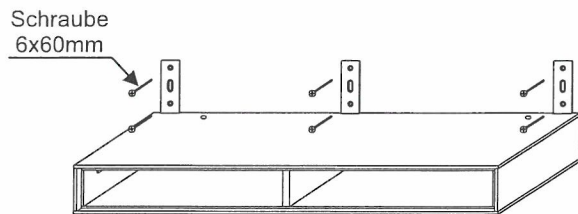

Abb.5
7. Damit das Möbel voll belastet werden kann, müssen Sie die Träger mit je zwei weiteren Schrauben fixieren. Verwenden Sie hierzu die 6x60mm Schrauben und die 8mm Kunststoffdübel. (Abb.5)
2. Schieben Sie anschließend das Schubkastenvorderstück auf die Dübel der Schubkastenzarge. (Abb. 5)